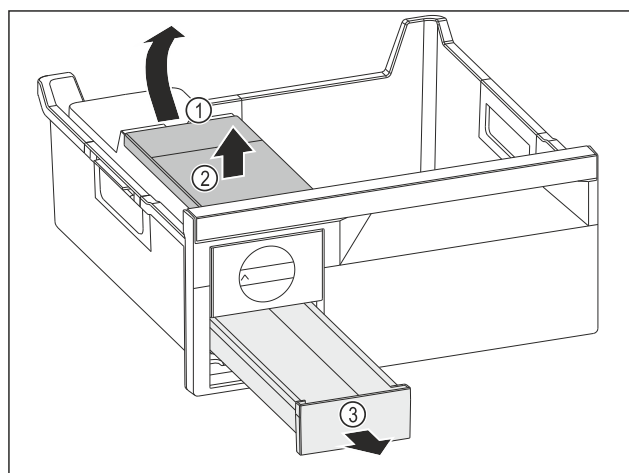

Fig. 211
- ▶ Вийняти бак для води: підняти бак для води за заглиблення Fig. 211 (1).
- ▶ Вийняти бак для води Fig. 211 (2) рухом вгору.
- ▶ Вийняти висувний ящик для кубиків льоду Fig. 211 (3) рухом вперед.